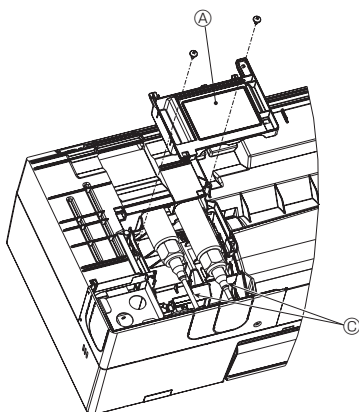
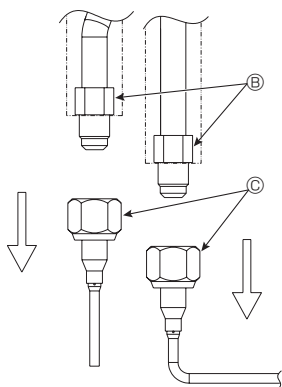

Fig. 3-16
Fig. 3-17
- (4) Retire la cubierta de la caja Ⓐ. (Fig. 3-16)
- (5) Afloje la tuerca del lado de la tubería en forma de L con dos llaves y retire y deseche la tubería Ⓒ.
- (Entrada y salida de la tubería de agua) (Fig. 3-17)